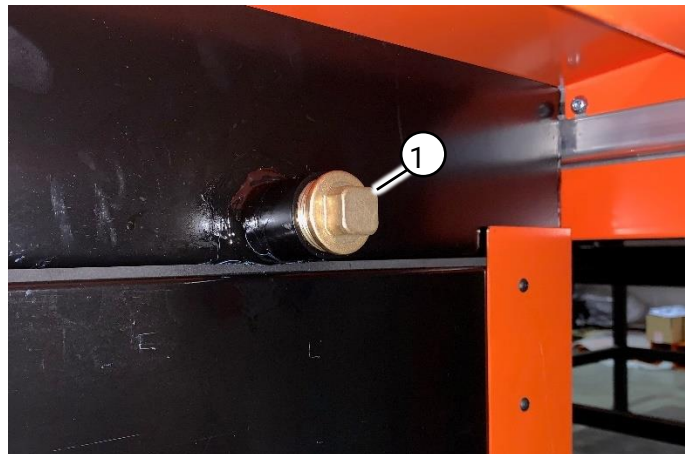

Fig. 22 Aftapplug voor de watertafel
1. Controleer voor u de watertafel vult of de aftapplug aan de achterzijde van de tafel dicht is (Fig. 22 (1)).